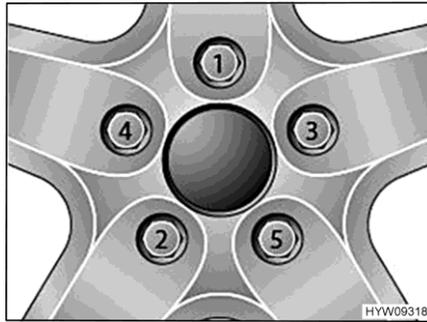

Fig. 82 Serrer en croix les écrous ou les boulons de roue
- Serrer les écrous ou les boulons de roue dans l'ordre indiqué à la Fig. 82. Utiliser pour ce faire une clé dynamométrique et respecter le couple de serrage prescrit (voir paragraphe 14.5).
- Vérifier régulièrement le serrage des écrous ou des boulons de roues. Resserrer tous les écrous ou les boulons de roue 50 km après le changement d'une roue. Respecter l'ordre indiqué à la Fig. 82.
- Si des jantes neuves ou repeintes sont utilisées, alors resserrer les écrous ou les boulons de roue une fois de plus après env. 1 000 à 5000 km. Respecter l'ordre indiqué à la Fig. 82.